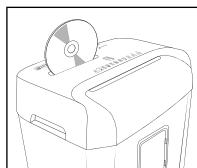

Abb. 5
Stellen Sie den Schalter REV/OFF/AUTO/FWD ③ zum Zerkleinern in die Position AUTO. Führen Sie die CD von oben mittig in die Schneidöffnung CD/Kreditkarte ② ein (siehe Abb. 5). Sie können jeweils nur eine CD schneiden.